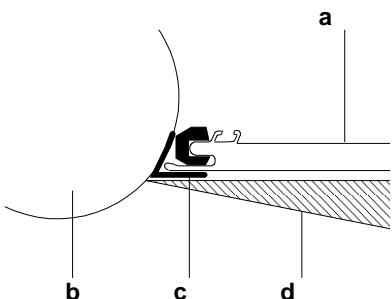

fig 2
- Los cierres tienen cara y reverso. La cara se conoce por la etiqueta que representa el sol (11). Si faltara, fíjese en las estrías de los perfiles de aluminio pegados sobre el cierre; deben verse una vez montado el cierre.
2. **Introducir** la pieza (1) dentro del angular (parte situada en la unión del flotador y el piso), [fig.2].
3. **Colocar** la pieza de la quilla (7) debajo de la pieza (2) hasta que los tacos estén a tope. [fig.2].
4. **Encajar y poner** en forma de "techo" los elementos (8) y (9) de la quilla. [fig.2].